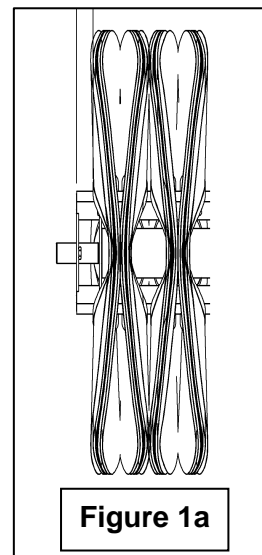

Figure 1a
3. Retirer les deux boulons (item 2) et retirer le garde chaîne (item 1).
4. Retirer le côté droit du balai (item 5) en retirant les trois écrous (item 4), les neuf boulons (item 3), la rondelle de blocage et l'écrou (item 6).
5. Retirer le roulement et les collerettes (item 13) en dévissant les deux vis de pression du roulement.
6. Retirer la plaque de retenue (item 7) en dévissant les trois boulons (item 8).
7. Retirer les brosses en les glissant vers l'extérieur du support de brosses (item 11).
9. Installer chaque brosse (item 9) dans le sens opposé à celle voisine (voir **Figure 1a**). Les deux tiges de chaque brosse (item 10) servant de fixation sur le support de brosses doivent être alternées de 120° (1/3 de tour) afin d'avoir une répartition équilibrée sur chacun des trois tubes carrés (item 11) du support de brosses.